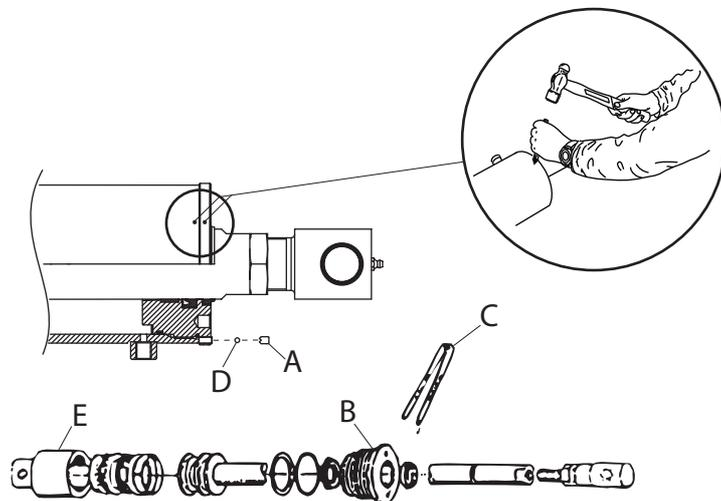

Рис. 3.10
- 1 Сделайте отметки на трубе цилиндра и направляющей штока поршня, чтобы обеспечить то же самое положение при сборке, см. “Рис. 3.10”.
- 2 Полностью отпустите винт (А) М6х8 и обеспечьте сохранность стального шарика (D), выполняющего функцию вращающегося фиксатора.